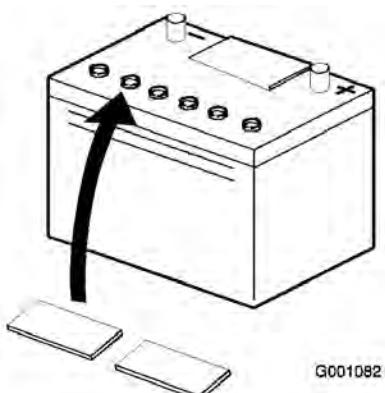

Figura 5
3. Pulire la parte superiore della batteria e togliere i tappi di sfiato (Figura 5).
6. Montare i tappi di sfiato sulla batteria (Figura 5).